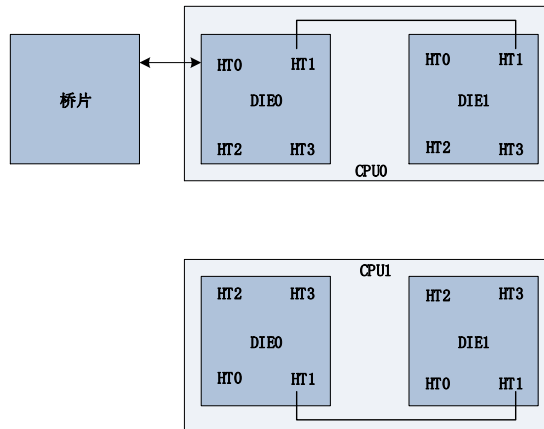

图 2-2 双处理器系统
- (2) 双路服务器，龙芯 3D5000 双处理器系统。使用固定的 HT 接口用于 IO 桥片连接；使用其它 HT 接口用于多处理器间互连。一种常见的连接方式如图 2-2 所示：